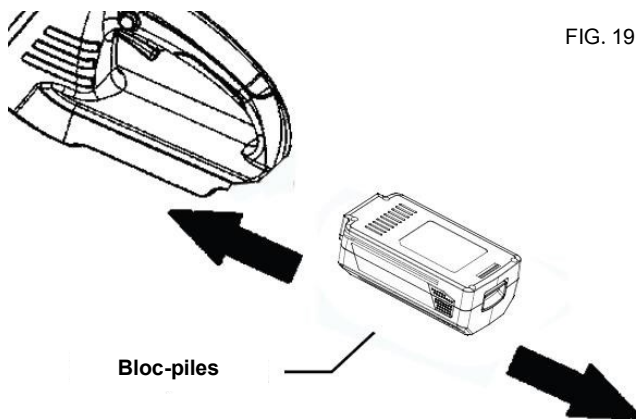

FIG. 19
- Aligner la rainure du bloc-piles sur la nervure en saillie du logement d'outil et placer la pile dans l'outil. (Fig 19) Appuyez fermement sur la batterie pour s'assurer d'une bonne connexion.